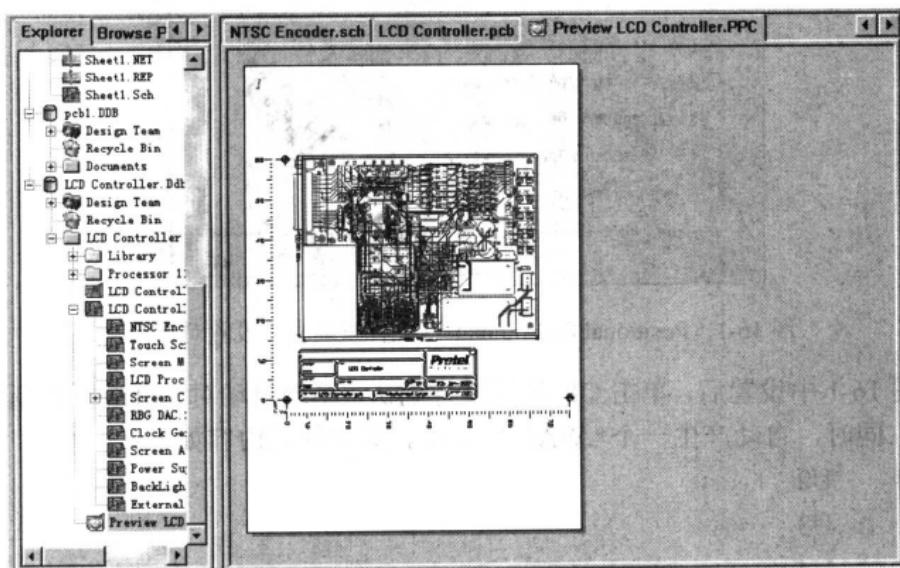

图 16-2 Preview LCD Controller.PPC 文件
- (1) 执行 File | Printer/Preview 命令。
- (2) 命令执行后，系统将自动生成 Preview LCD Controller.PPC 文件，如图 16-2 所示。